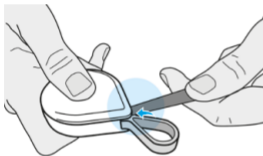

fig. 4a
1. Insérez l'outil plat et rigide entre le bas et le haut du boîtier dans la position indiquée sur - fig. 4a.